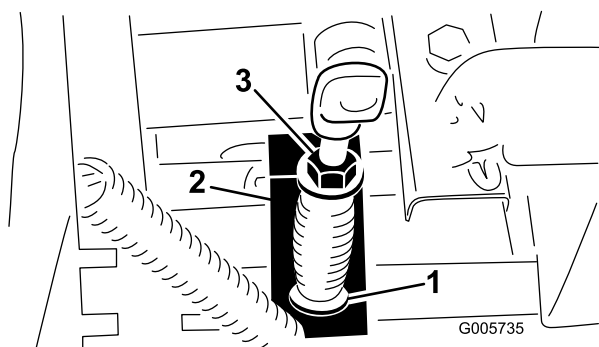

Figura 66
4. Para ajustar, sujete la cabeza del tornillo de ajuste con una llave inglesa (debajo del brazo actuador de la PTO) y gire la contratuerca (Figura 66).
3. Mida la longitud del muelle de la PTO entre las arandelas planas (Figura 66). La longitud debe ser de 81 mm.